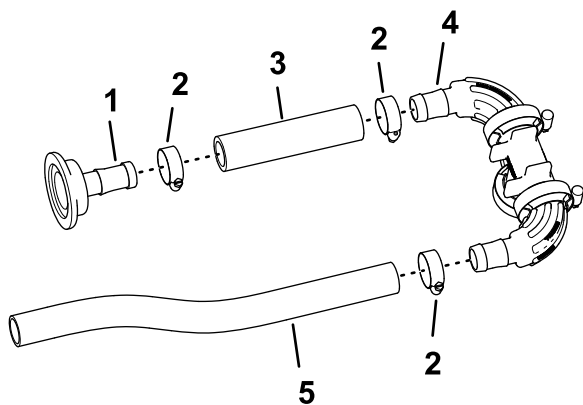

Figura 88
3/4" a 1 1/2") e serrate la fascetta manualmente (Figura 88).
2. Montate l'altra estremità del flessibile (1" x 5 3/4") sul raccordo dentellato del collettore con una fascetta stringitubo, come illustrato nella Figura 88 e serrate la fascetta stringitubo manualmente.
3. Montate il flessibile (1" x 16") sull'altro raccordo dentellato del collettore con una fascetta stringitubo e serrate la fascetta stringitubo manualmente (Figura 88).